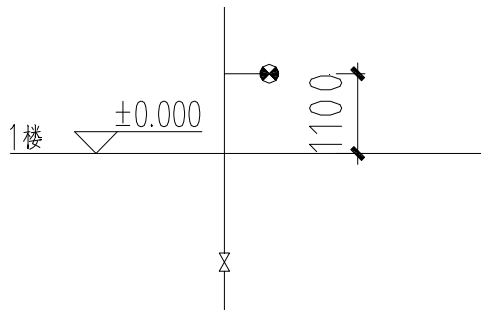

图 3-12 接管标高
- “接管标高”选项：系统默认为 1.1m，也可自行定义参数，指的是楼板线与接管之间的距离，如图 3-12 所示。